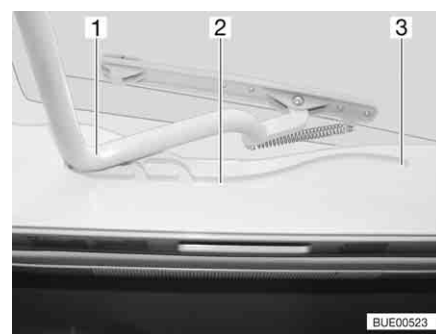

Fig. 14 Oblò inclinabile, guida
- Tirare la staffa (Fig. 14,1) nelle guide (Fig. 14,2) fino alla posizione più all'indietro (Fig. 14,3).
- Spingere la staffa (Fig. 14,1) leggermente verso l'alto con ambedue le mani.
- Tirare la staffa nelle guide (Fig. 14,2) fino alla posizione desiderata.